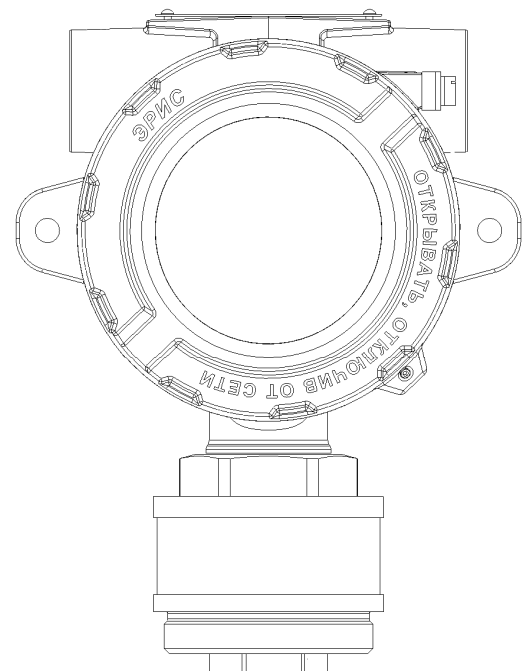

Рисунок 7 – Газоанализатор без влагозащитной насадки
- б) Снять влагозащитную насадку с газоанализатора (рис. 7);